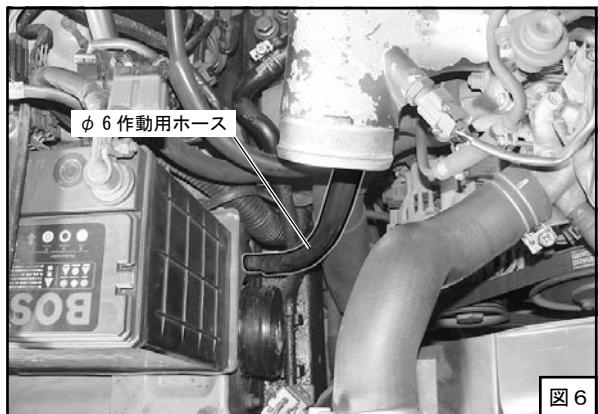

図 6
(9) ホースクランプを緩めて ϕ 6 作動用ホースをニップルから抜いてください。(図 6)